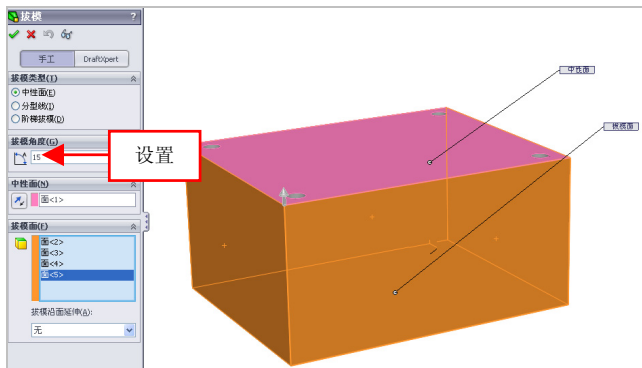

图 5-53 设置参数值
(3) 弹出【拔模】属性管理器，在绘图区中，依次选择上方模型的上表面和 4 个侧面对象，设置【拔模角度】为 15，如图 5-53 所示。